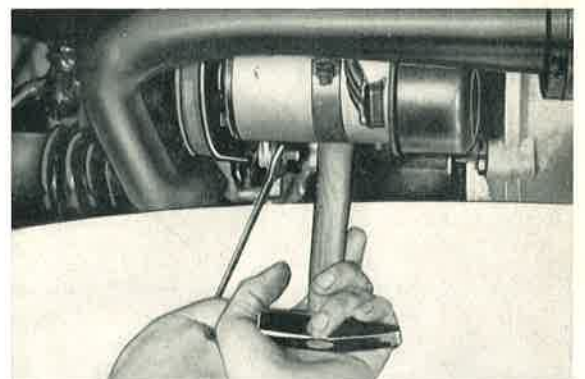

Bild 234: Die Befestigungsschraube an der Lasche wird bei vorgedrückter Lichtmaschine festgezogen.
1. Halteschraube am Schwenkarm lösen, Lichtmaschine mit Hammerstiel nach vorn drücken (Maulschlüssel 14 mm, Hammer) (Bild 234).